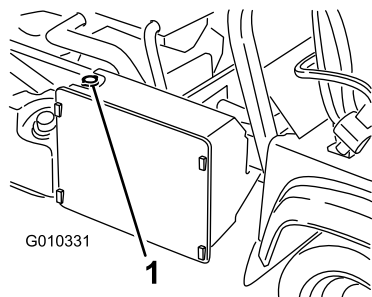

图52
3. 拆下散热器盖图52。
4. 卸下备用储液箱盖图52。
7. 完成向散热器加注然后安装盖子图52。